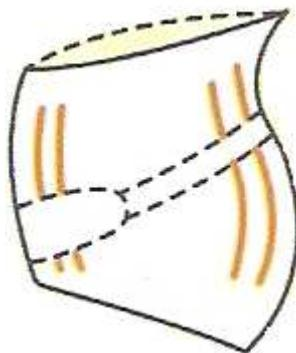

Figure 28 : CMAL montante au dos avec emboîtement munie d'une patte hypogastrique MN⁽²⁷⁾
- CMAL montante au dos avec emboîtement munie d'une patte hypogastrique MN ou GM. Prévue pour les femmes avec proéminence abdominale afin de maintenir le tablier antérieur (Figure 28).